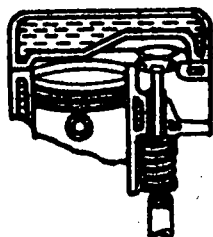

Fig. 3
- Todo o mecanismo está colocado no bloco do motor (fig. 3).